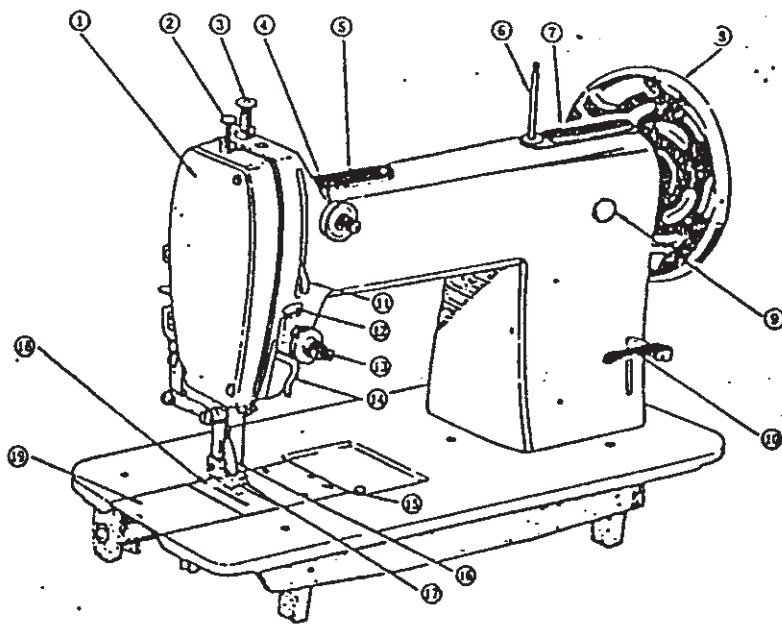
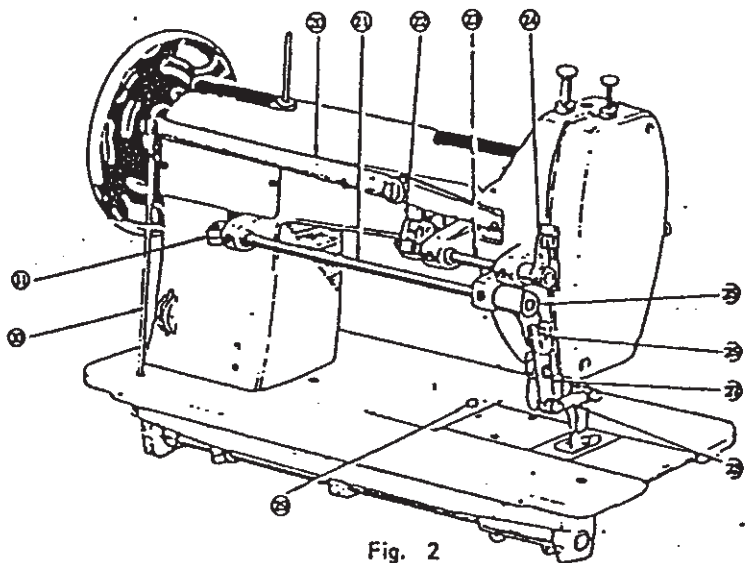

Fig. 1
Fig. 2
2、机壳表面主要零部件名称: (图 1、Fig1.图 2、Fig2.)